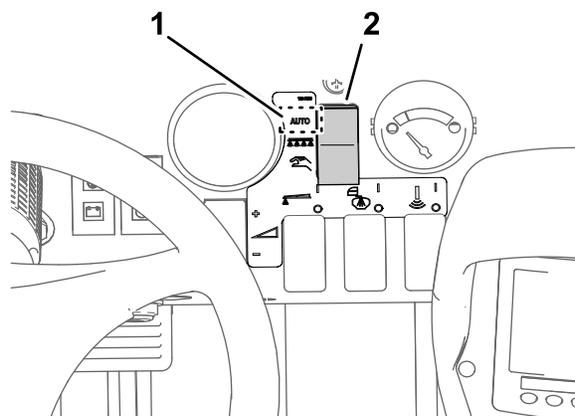

**Figura 39**
2. Gire el mando de la válvula de cierre del circuito de desvío a la posición de cerrado (**Figura 39**).